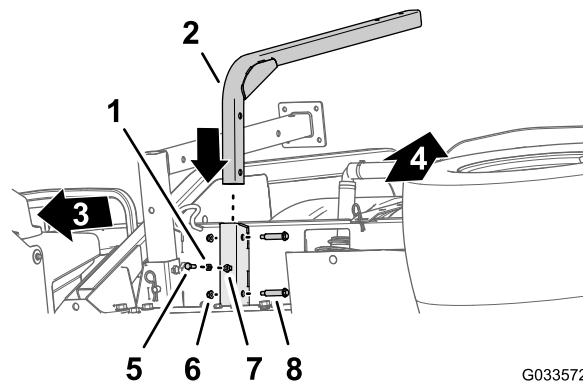

Figura 46
1. Alinee el tubo de sujeción del depósito de agua limpia con la ranura del soporte del depósito (Figura 46).
2. Alinee los taladros del tubo de sujeción con los taladros de la ranura (Figura 46).
3. Sujete el tubo a la ranura (Figura 46) con los 2 pernos de cuello largo (1/2" x 1-15/16") y las 2 contratuercas (5/16").
5. Enrosque la contratuerca (5/16") en el perno (5/16" x 1") según se muestra en Figura 46.
6. Enrosque el perno (5/16" x 1") y la contratuerca en la tuerca soldada de la parte inferior de la ranura del soporte del depósito, y apriete el perno y la contratuerca a mano (Figura 46).